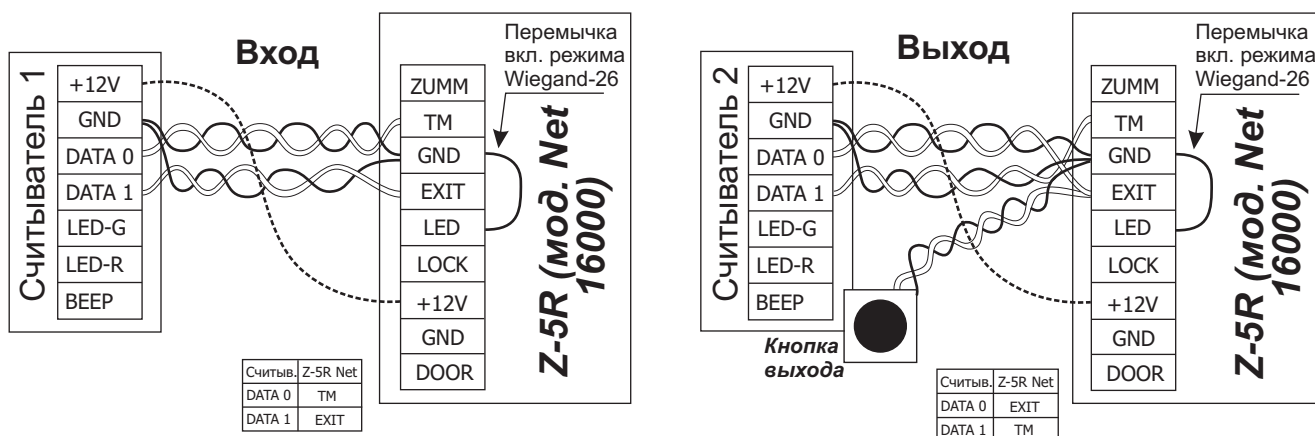

Рис.4 Подключение считывателей к контроллеру по протоколу Wiegand-26
При подключении считывателя по протоколу Wiegand требуется две витых пары. По одному из проводов каждой пары используются для соединения клемм GND считывателя и контроллера. Вторые провода каждой пары соединяют выходы считывателя DATA0 и DATA1 со входами TM и EXIT контроллера (см.рис.4). Какой выход с каким входом нужно соединять определяется тем, где установлен считыватель, на входе или выходе. Кроме того следует установить переключку между клеммами LED и GND контроллера, чтобы указать, что считыватели подключены по протоколу Wiegand.
- на входе - считыватель Matrix-II (мод. E) (или считыватель CP-Z-1 (мод. E B) при скрытой проводке) (см. рис.4);